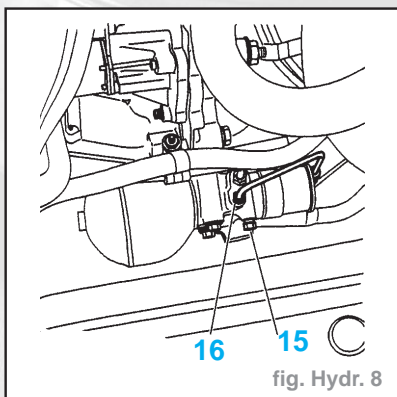

fig. Hydr. 8
- Desserrer la vis de détente (15) (fig. Hydr. 8).
- Serrer la vis de détente (15) (fig. Hydr. 8).
- Lorsque la disjonction s'est produite, desserrer légèrement la vis de détente (15) (fig. Hydr. 8).
- Desserrer légèrement la vis de détente (15) pour créer une chute lente et régulière de la pression (fig. Hydr. 8).
- Accoupler le tube (16) d'alimentation générale au banc hydraulique par l'in-
- Placer le tube (23) d'alimentation de direction sur le raccord trois voies.